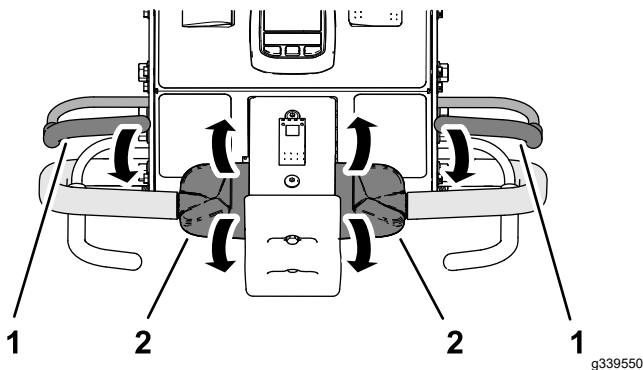

Figura 32
2. Mantenga la barra de presencia del operador contra el manillar y gire el control de tracción (Figura 32) hacia delante o gírelo hacia atrás y arranque el motor.